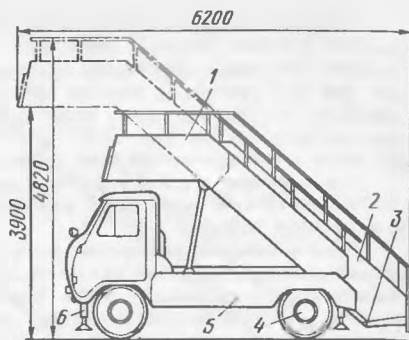

Рис. 95. Трап СПТ-21:
**Конструкция.** СПТ-21 (рис. 95) смонтирован на доработанном шасси автомобиля УАЗ-452Д. Рама автомобиля усилена двумя дополнительными рамами. Для улучшения маневренности трапа и уменьшения его длины задние рессоры шасси заменены на более короткие, доработана раздаточная коробка для подключения шестеренного насоса и изъята передача на передний мост.